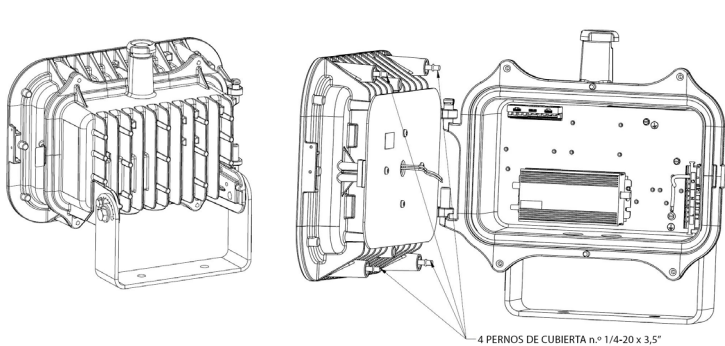

Figura 1
1. Abra el motor de la luz delantera (ensamblaje de LED) aflojando cuatro (4) pernos de la cubierta de acero inoxidable n.º 1/4-20 X 3,5" con un destornillador Phillips (consulte la Figura 1). El motor de la luz debe quitarse tirando del sujetador o pestillo de retención en la parte delantera para liberarlo de la carcasa del accionador y abrirlo sobre las bisagras (consulte la Figura 1).